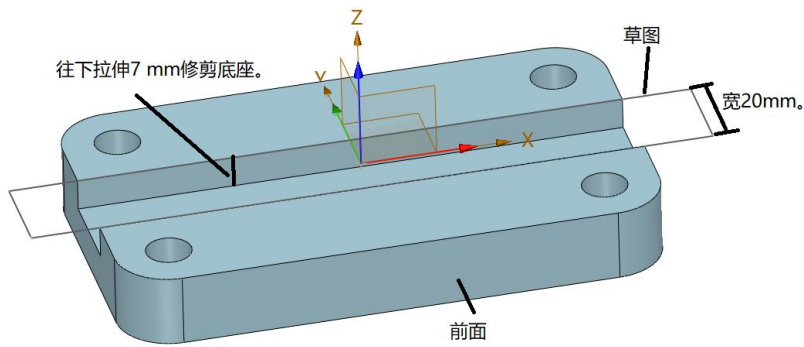
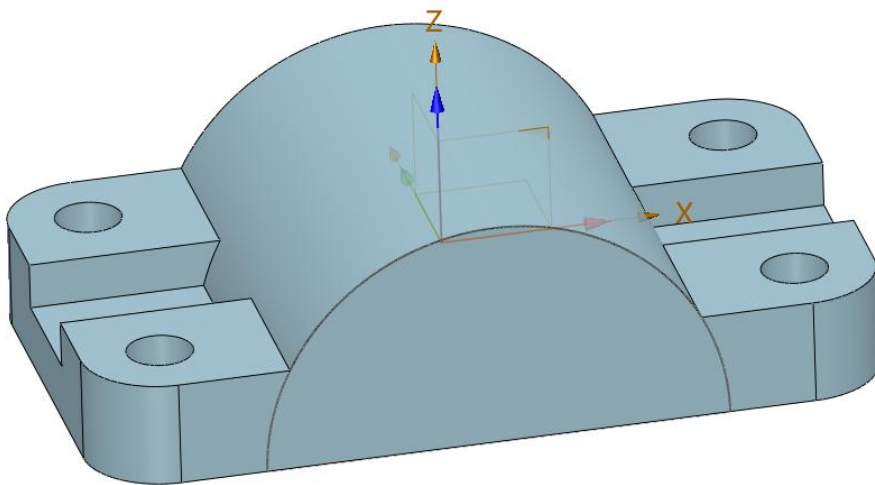

图 7-4 凹槽绘制
图 7-5 大圆柱绘制
2、在底座上绘制宽 20mm、深 7mm 的凹槽。在底座上表面中心构建宽 20mm 的草图，并拉伸 7mm 对底座进行修剪，如图 7-4 所示。
3、绘制半径 35mm 的圆柱，在图 7-4 所示底座的前面上绘制草图且拉伸合并，如图 7-5 所示。